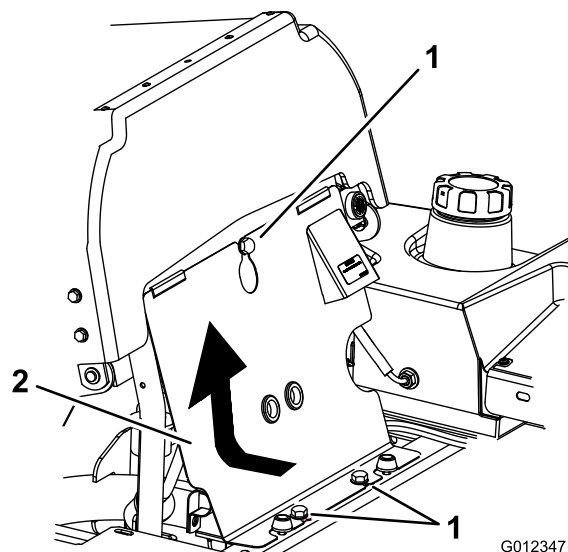

Bild 45
1. Kippen Sie den Sitz nach vorne, lösen Sie die Schrauben und entfernen Sie die vordere Motorverkleidung (Bild 45).